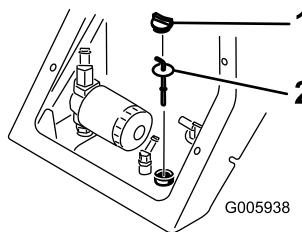

Рисунок 16
5. Очистите зону вокруг заливной горловины и крышки гидравлического бака (Рисунок 16).
6. Снимите крышку с горловины заливного отверстия и проверьте уровень гидравлической жидкости с помощью щупа (Рисунок 16).